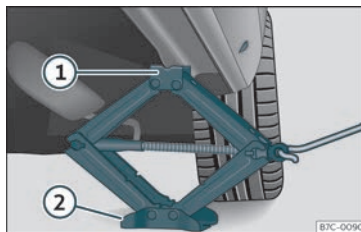

Fig. 36 Longarina: colocação do macaco do veículo.
- Rode a manivela do macaco*, colocado por baixo do ponto de apoio da longarina, para levantá-lo até que o ressalto ① >>> Fig. 36 se encontre por baixo da zona que lhe corresponde.
- Alinhe o macaco* de forma que o ressalto ① «fique encaixado» na zona da longarina que lhe corresponde e que a placa base móvel ② fique apoiada no chão. A placa base ② deve ficar colocada na vertical, relativamente ao ponto de apoio ①.